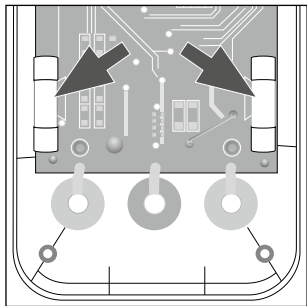

Fig. 6
- ◆ Remplacez le fusible défectueux F1 (F 250 mA/300 V) ou F2 (F 10 A/300 V) par un fusible neuf de même type (voir fig. 6).